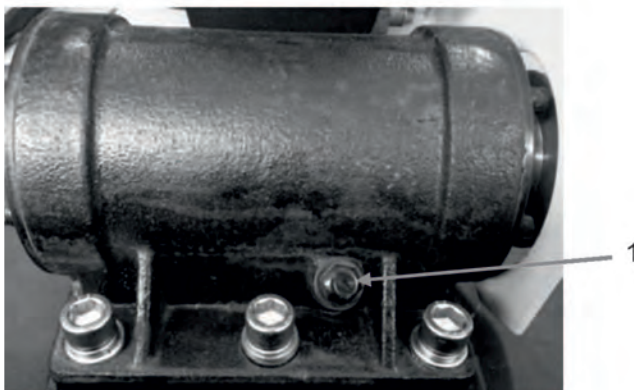

Рис. 2
1. Открутить сливную пробку масла 1 (рис. 2) и слить старое масло